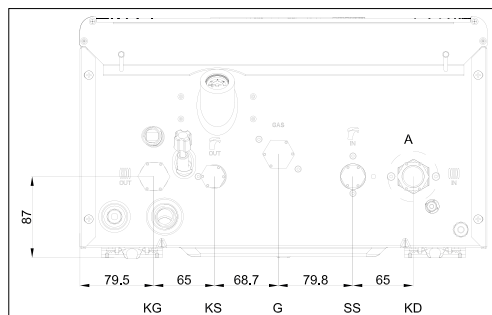

Abbildung 16. Wasseranschlüsse
-  Die Verbindung an der Unterseite der Pumpe (Abbildung 16 – die Verbindung in Detail A) sollte bei Verwendung von Gummidichtungen mit einem maximalen Drehmoment von 18 Nm und bei Verwendung von Klingeritdichtungen mit einem maximalen Drehmoment von 30 Nm angezogen werden.